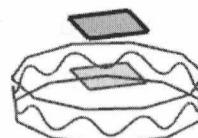

图 1.2.4 基准平面 1
Step5. 创建图 1.2.4 所示的基准平面 1。选择下拉菜单 **插入(S)** → **基准/点(D)** → **基准平面(D)...** 命令，系统弹出“基准平面”对话框。在 **类型** 区域的下拉列表框中选择 **按某一距离** 选项，在绘图区选取 XY 基准平面，输入偏移值 50。单击 **<确定>** 按钮，完成基准平面 1 的创建。